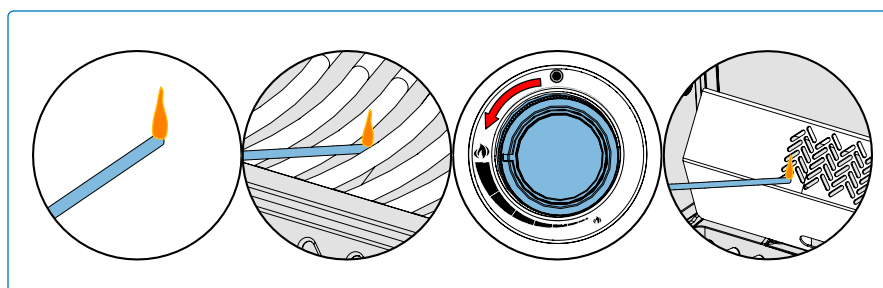

Fig. 8
3. Mens du drejer den tilsvarende brænderknop til høj. **(Fig. 8).**